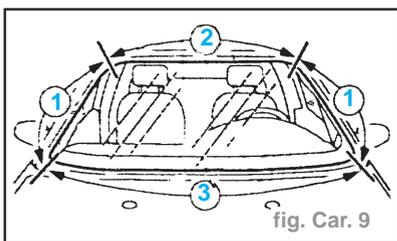

fig. Car. 9
- De l'intérieur du véhicule, couper l'adhésif PU aux profondeurs maximum données. Utiliser les lames indiquées conformément aux instructions du fabricant de l'outil. (fig. Car. 9)
- 23 mm (1)
- 75 mm (2)
- 160 mm (3)